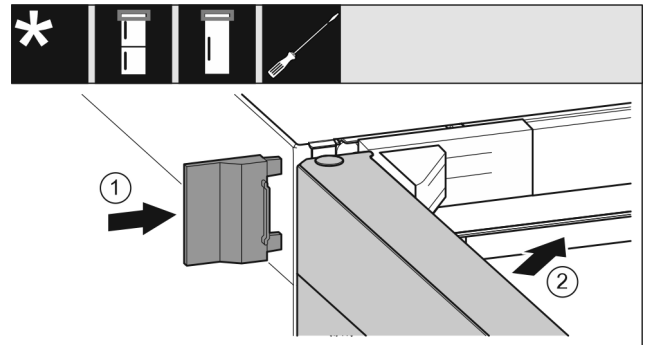

Fig. 34
- ▶ Työnnä ulompi suojus paikalleen. Fig. 34 (1)
- ▶ Sulje ylempi ovi. Fig. 34 (2)